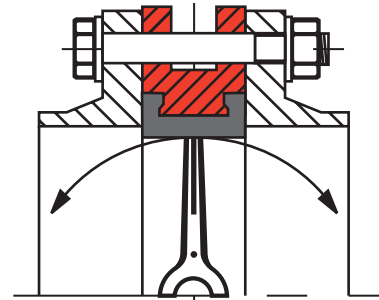

Рис. 2. Неправильно
- В случае использования фланцев с внутренним диаметром больше номинального диаметра затвора фланцы не будут полностью закрывать седловое уплотнение, что может привести к повреждению и деформации седлового уплотнения (Рис. 2).